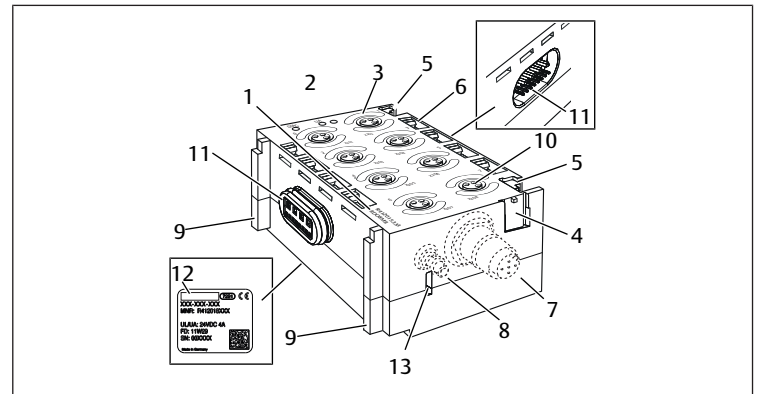

Fig. 4: Module d'entrée / Module de sortie
- Monter les étiquettes de repérage de l'ancien module E/S sur le nouveau module E/S, ou inscrire la référence sur le nouveau module E/S (voir Fig. 4: Module d'entrée / Module de sortie (4)).